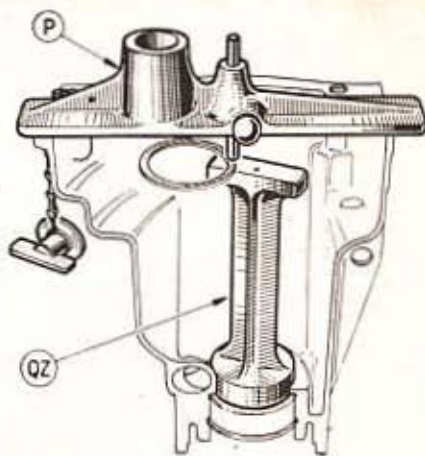

Fig. 72. — Le roulement est à sa position la plus basse
- Déposer le calibre P et la cale QZ puis l'extracteur D et l'entretoise. Amener à l'aide d'une chasse le roulement à sa position la plus basse (contre le segment) (fig. 72).